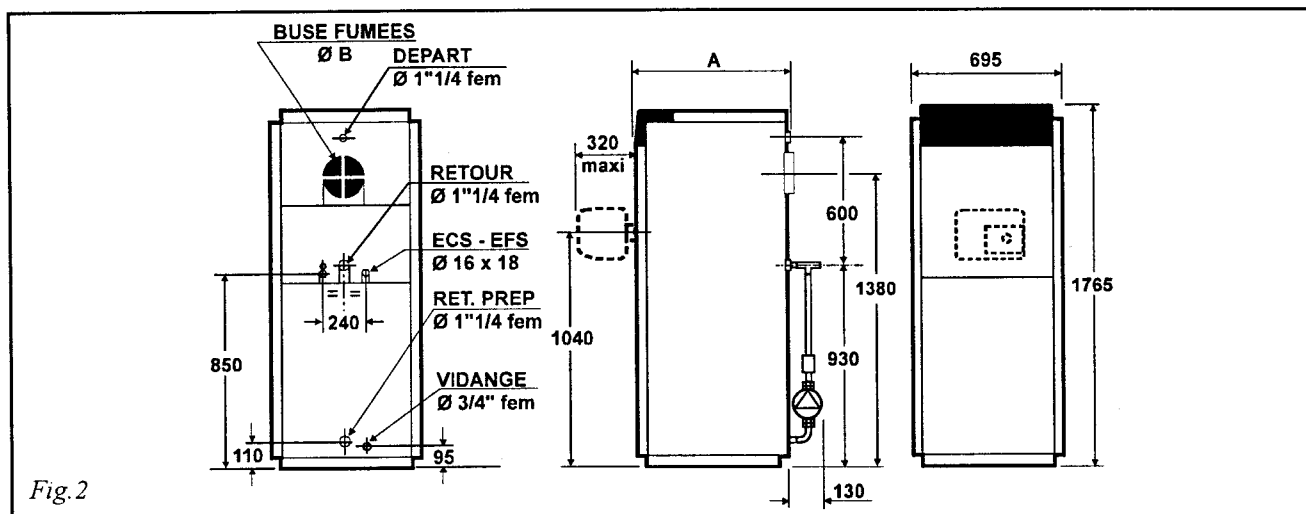

Fig.2
a) Caractéristiques dimensionnelles.(Fig.2)